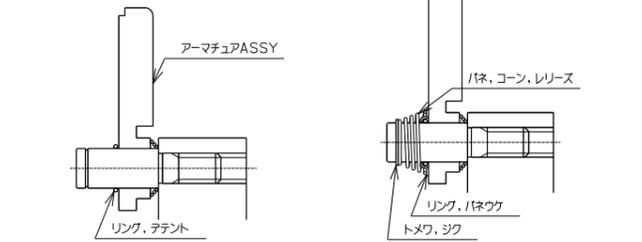

図 3
- ピン,ドライブにリング,デテントをはめてアーマチュア ASSY に押付けてください。(図3)